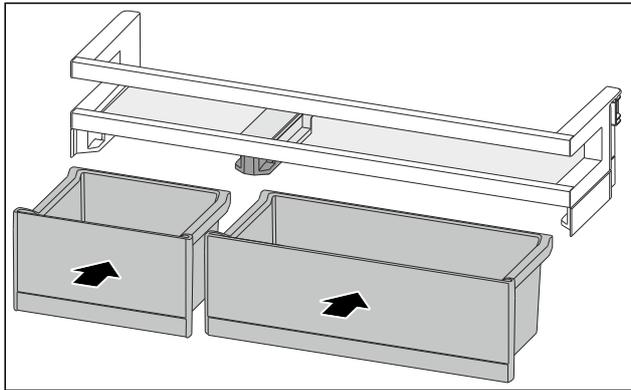

Fig. 115
- Installer les VarioBoxes dans l'agencement inverse. (voir Fig. 115)